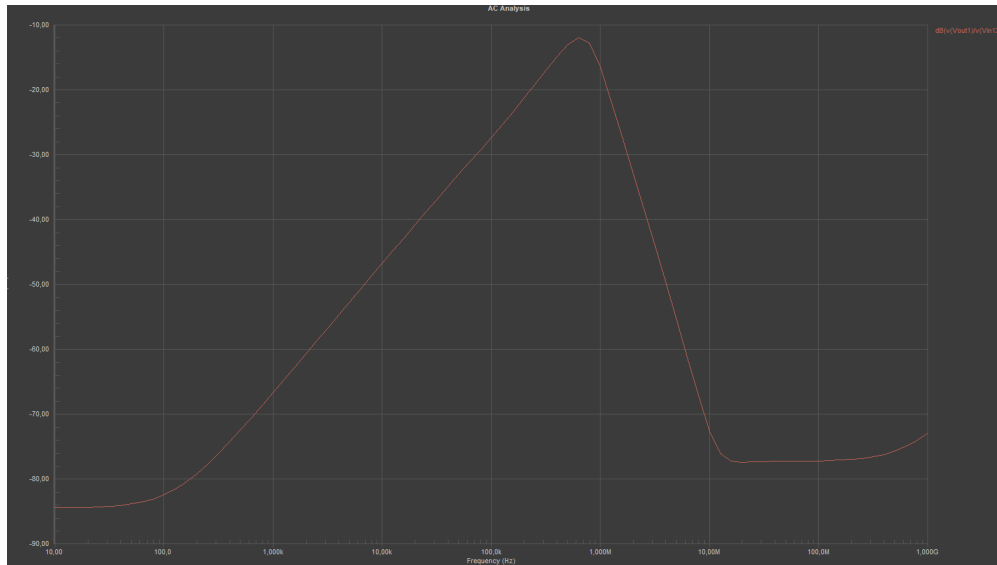

Figure 5: Réponse en fréquence (gain) en mode commun du montage à 3 amplificateurs
2.1. Calcul du gain différentiel du circuit de la figure 5
où R_G correspond à la résistance R_{21} sur la figure 5.